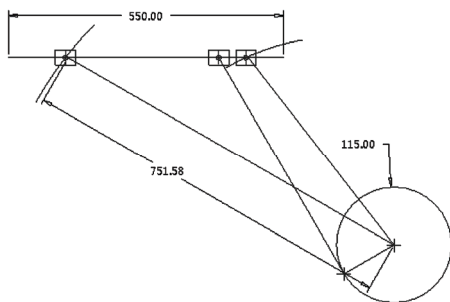

图 4-46 打开模型文件
STEP 01 单击快速访问工具栏中的“打开”按钮, 打开模型文件, 如图 4-46 所示。